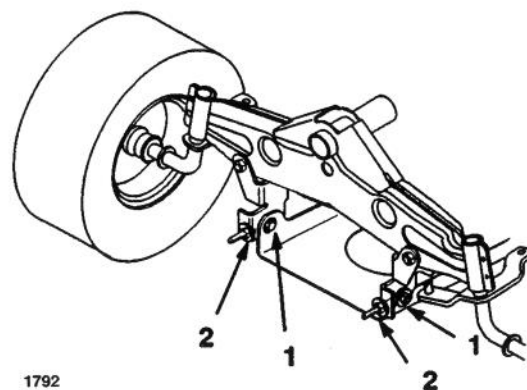

Figure 53
5. Pour régler l'inclinaison de la lame avant/arrière, desserrer légèrement les boulons de montage de la plaque d'articulation avant (Fig. 53).
7. Lorsque les contre-écrous sont réglés uniformément, vérifier à nouveau l'inclinaison avant/arrière. Continuer de régler les boulons à oeillet jusqu'à ce que l'extrémité avant de la lame soit 0–9,2 mm plus bas que l'extrémité arrière (Fig. 53).
8. Lorsque la pente avant/arrière est correcte, serrer les boulons de montage de la plaque d'articulation (Fig. 53).